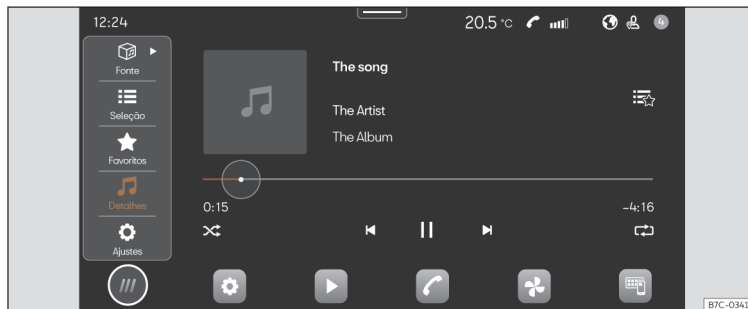

Fig. 157 Representação esquemática: Vista Multimédia.
- Pressione **HOME** > ► >>> **Fig. 157**.